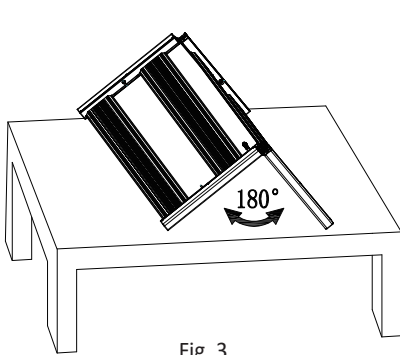

Fig. 3
c. Posez le luminaire sur une surface plane. Dépliez les panneaux du luminaire de manière à ce que les LED soient vers le bas, comme le montre la figure 3. Assurez-vous que la charnière est est complètement sortie et que les panneaux lumineux sont complètement à plat.